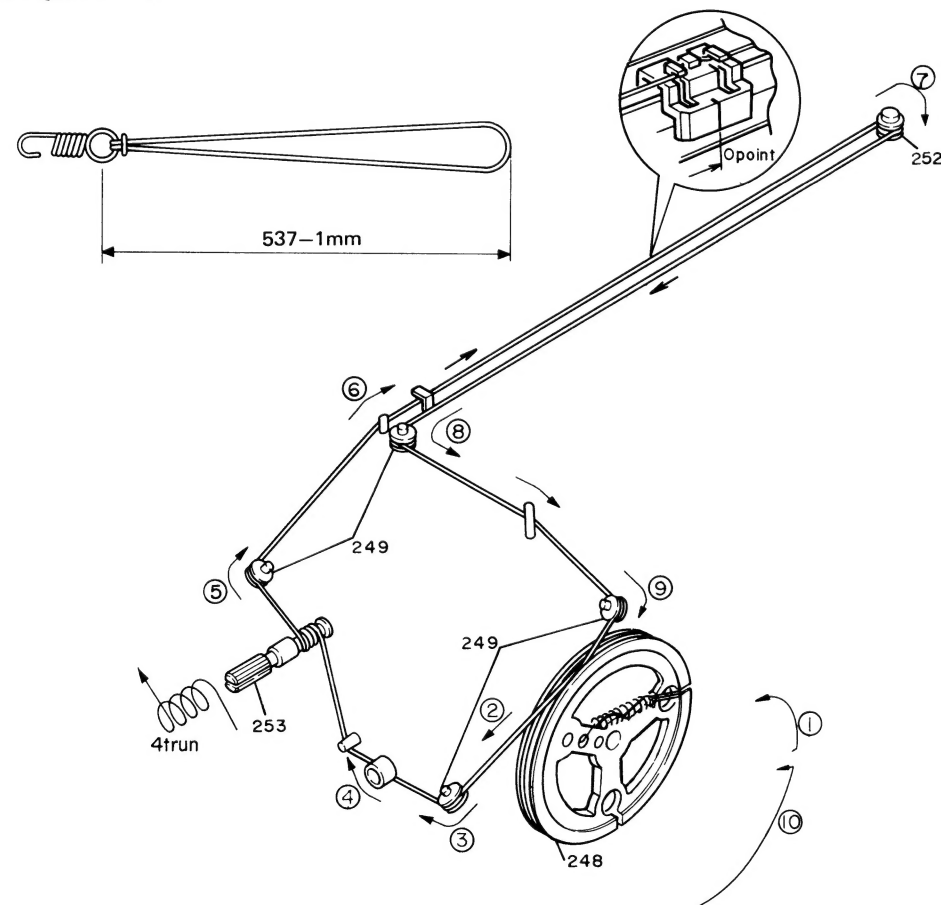

Figure 7-1
- 1) Turn the drum fully counterclockwise and stretch its cord cover the parts in the numerical order — as shown in Figure 7-1.
- 2) Turn the tuning control shaft fully counterclockwise, and fix it with the pointer aligned with the zero (0) point on the frame. See Figure 7-1.
1. Die Skalenschnurtrommel voll im Anschlag entgegen dem Uhrzeigersinn drehen, und die Skalenschnur in der Nummernreihenfolge aufsetzen wie in Abbildung 7-1 gezeigt.
2. Dann die Abstimmstellerachse bis zum Anschlag entgegen dem Uhrzeigersinn drehen, und den Skalenzeiger auf die (0)-Stellung auf dem Rahmen einstellen. Siehe Abbildung 7-1.
1. Tourner le tambour entièrement à gauche et tirer son fil, recouvrir ses pièces dans l'ordre numérique comme le montre la Figure 7-1.
2. Tourner l'arbre de commande d'accord entièrement à gauche et le fixer en alignant l'index sur le point zéro (0) du cadre. Voir la Figure 7-1.